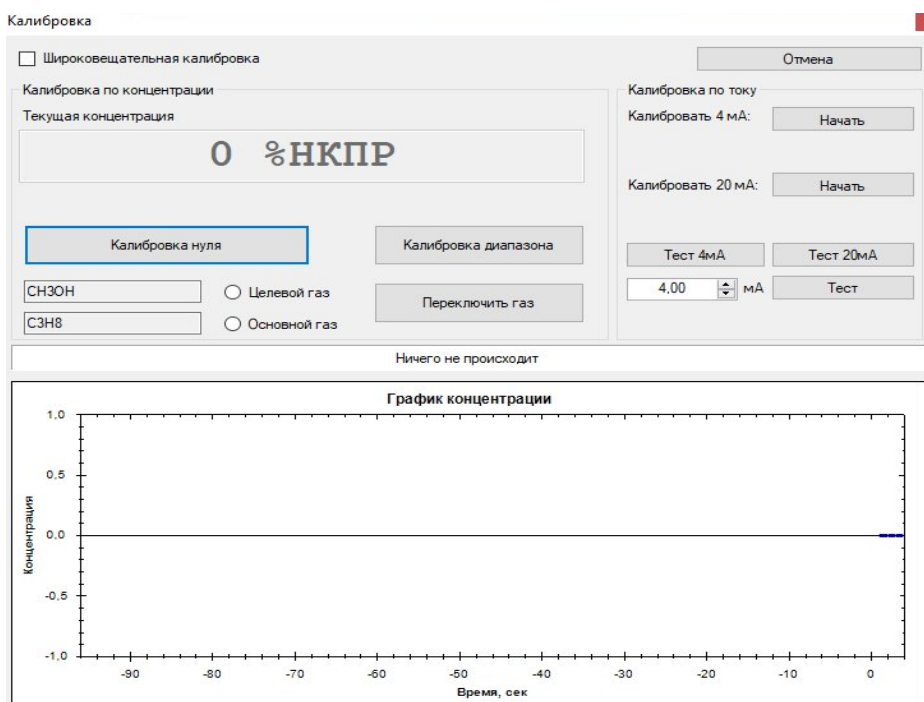

Рисунок 44 – Окно калибровки
3) появится новое окно калибровки (см. рисунок 44). Нажать «Калибровка нуля».
- 3) в открывшемся окне доступен выбор типа газа из предложенного списка (см. рисунок 44);